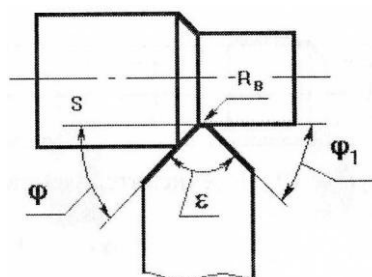

Рис.4.
6. Перечислите углы резца в плане (Рис.4.):